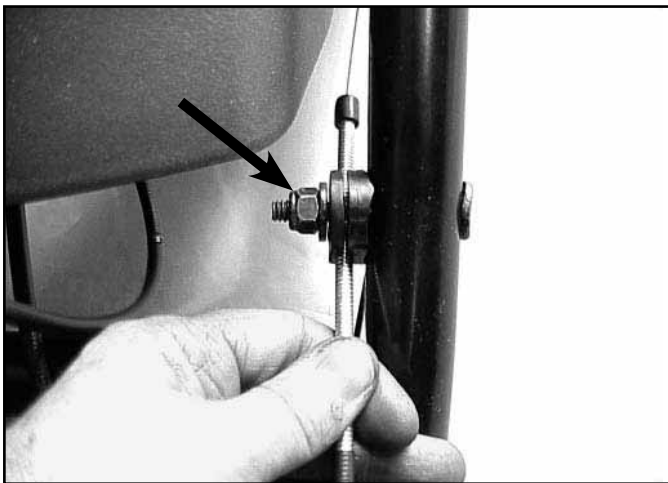

Fig 055
- Loosen the cable clamp nut (Fig. 055).